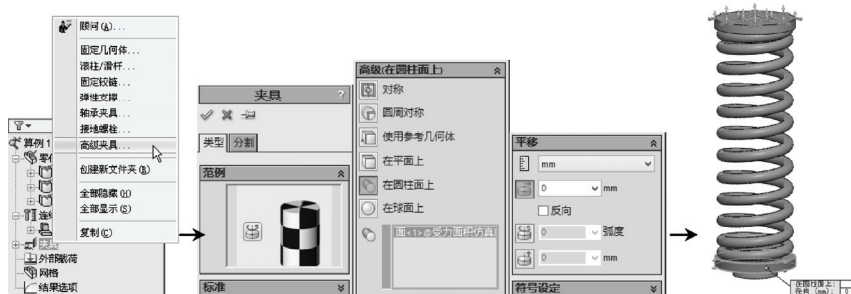

图 9-6 添加高级夹具操作
STEP 5 右击“夹具”项，在打开的快捷菜单中选择“高级夹具”菜单项，打开“夹具”属性管理器，选择“在圆柱面上”按钮，选择“受力面积仿真座”的圆柱面为只可切向运动的面，并单击“径向”按钮后再单击“确定”按钮，令弹簧只能沿轴向压缩或伸长，如图 9-6 所示。